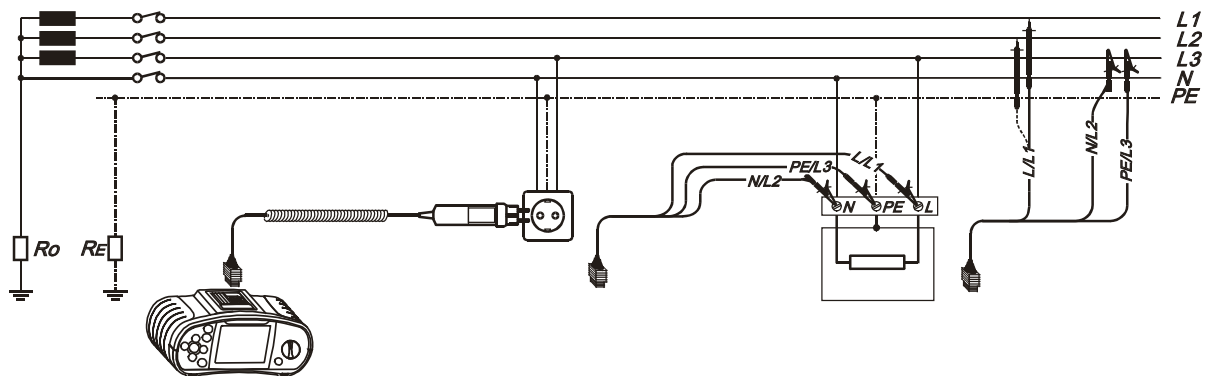

Abb. 5.34: Messung des Phasen-Neutral- bzw. Phasen-Phasen-Leitungswiderstands
**Schritt 3** Befolgen Sie zur Durchführung der Messung der Phasen-Neutral- bzw. Phasen-Phasen-Leitungsimpedanz den Anschlussplan in Abb. 5.34. Benutzen Sie bei Bedarf die **Hilfe**-Funktion.